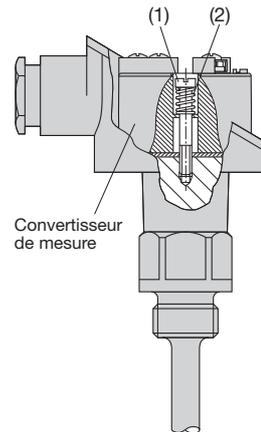

Fig. 3. Montage avec ressort d'amortissement sur un élément de mesure.
Enfiler les fils à travers le trou central du convertisseur. Positionner le convertisseur dans la partie inférieure de la tête de raccordement et le fixer à l'aide des deux vis cylindriques (1) et deux ressorts (2) (voir Fig. 3). Connecter les lignes de raccordement selon paragraphe «7. Raccordements électriques».